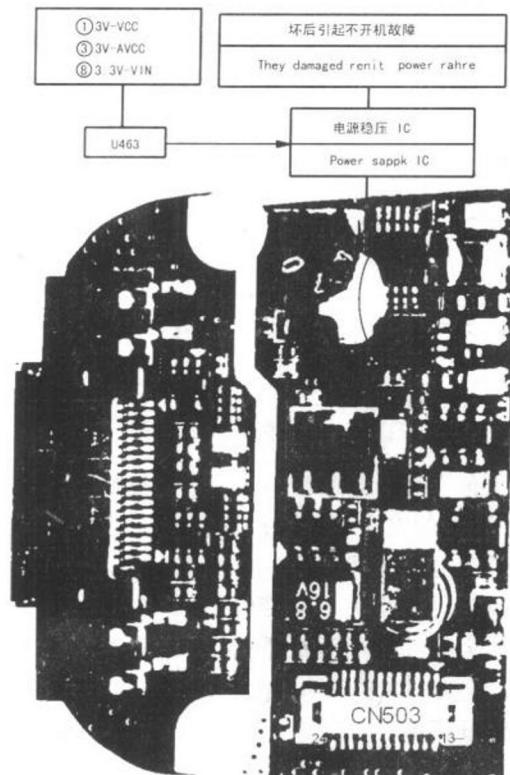

图 1-4 测量各路电压的稳压输出
电池电压 VBATT+经 C699 和 L102 组成的滤波电路进入稳压模块的第⑨脚，当按电源开关时，高电平的 Power 信号触发电源模块 U117 的第⑥脚，使其输出稳定的 3.3V 电压，该电压一方面供 U463 使用，另一方面为射频部分电路提供电源。经稳压模块 U463 稳压输出的 3.0V-V_{CC} 和 3.0V-AV_{CC} 这两组电压，是供逻辑部分电路的微处理器、存储器、SIM 卡等电路使用。如图 1-4 所示，可测到各路电压的稳压输出。